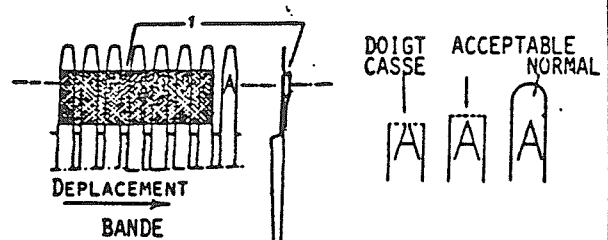

FIG.50
Fixer un morceau de scotch OPAQUE, comme indique FIG.50, le bord repéré (1) est le seuil où devra être positionné en hauteur le capteur. (OSCILLO en "AUTO", voie 1 en TP26-BSK2, 2V/div.)